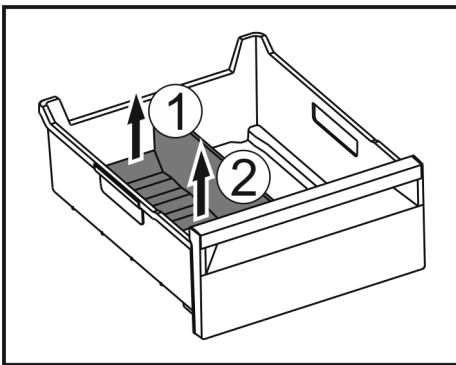

Fig. 170
- ▶ Tõstke jääkambrieraldaja tagumine osa üles. Fig. 170 (1)
- ▶ Võtke jääkambrieraldaja ülespoole välja. Fig. 170 (2)